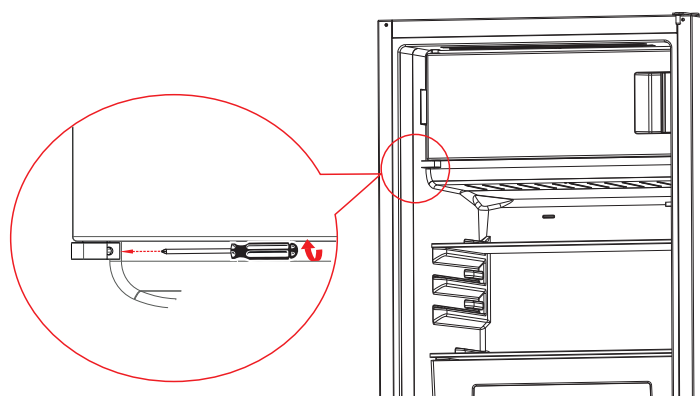

Fig. 10
- ▶ A continuación, atornille la bisagra del congelador (fig. 10).